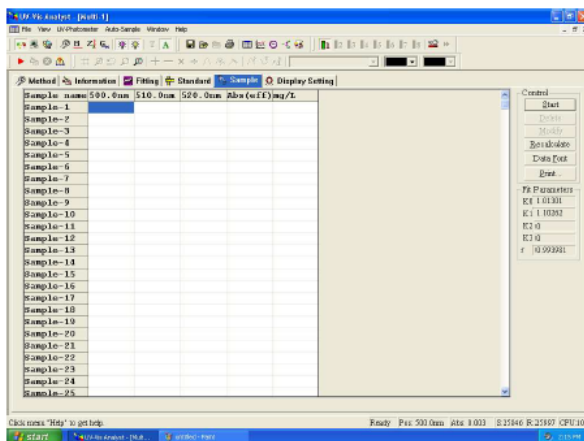

Fig. 4-3
6. Click en la tabla de muestra y aparecerá algo similar (Fig. 4-3). El menú de control tiene seis botones: start (comenzar), delete (borrar), modify (modificar), recalculate (recalcular), data Font (fuente de datos) y print (imprimir).